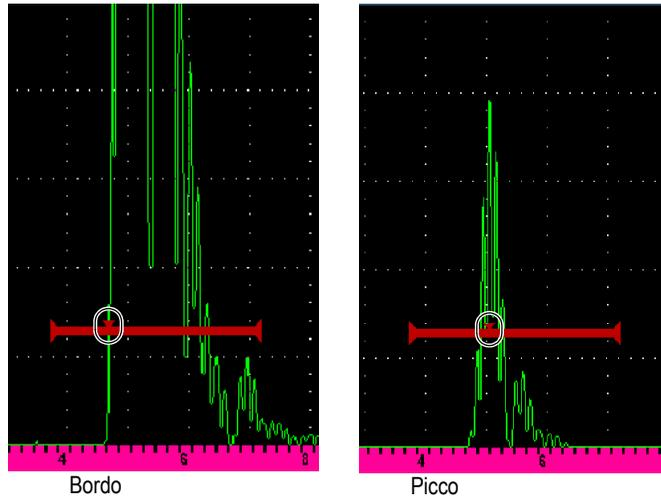

Figura 3-10 Innesco in modalità Bordo e Picco
- **Bordo:** Permette di acquisire le letture di misure in base alla posizione del primo punto di incrocio di un segnale rilevato dal gate (vedere Figura 3-10 a pagina 83).
- **Picco:** Permette di acquisire le letture di misura in base al picco massimo nell'area definita dal gate (non deve incrociare la soglia del gate) [vedere Figura 3-10 a pagina 83].